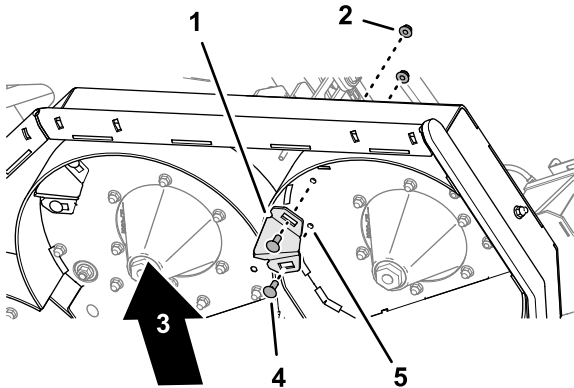

Bild 36
1. Entfernen Sie an der unteren linken Seite des Mähwerks die beiden Schlosssschrauben ($\frac{3}{8}$ " x 1") und die beiden Sicherungsbundmuttern ($\frac{3}{8}$ ") mit denen das Anschlussstück des Ablenkblechs befestigt ist, und entfernen Sie das Anschlussstück des Ablenkblechs (Bild 36).